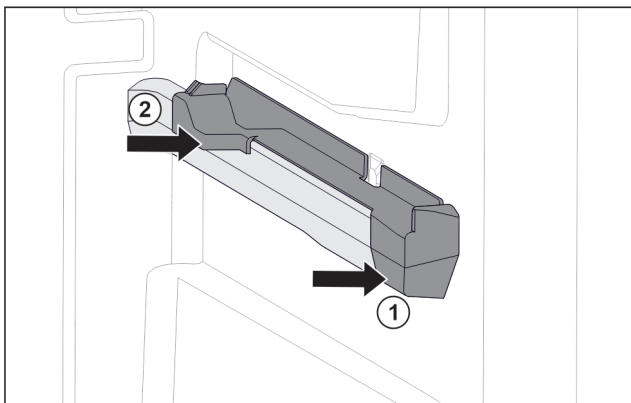

Fig. 68 Élément emboîtable sur la nervure de récipient droite
- ▶ Poser le devant de l'élément emboîtable contre la nervure de récipient. Fig. 68 (1)
- ▶ Enfoncer l'arrière de l'élément emboîtable. Fig. 68 (2)